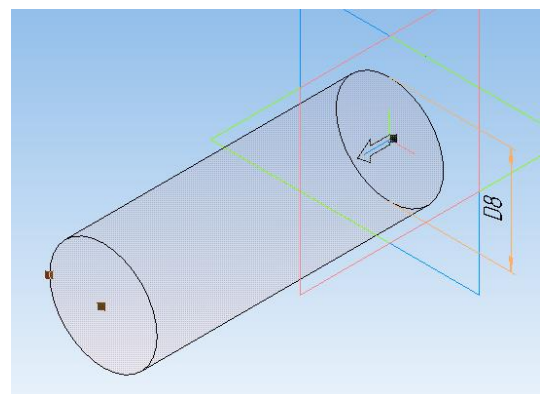

Рисунок 40.
2. Из начала координат выполните окружность диаметром **D8** согласно вашему варианту (рисунок 40).